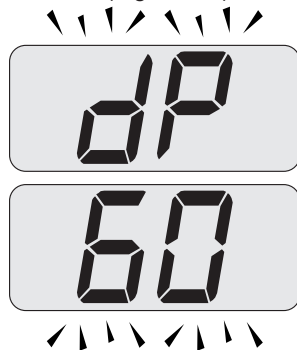

Figura 7.7
- Premere 2 volte il tasto 20 fino a far apparire sul display LCD le lettere **dP** (spazzacamino attivo in massimo sanitario) che si alternano con il valore di temperatura dell'acqua di riscaldamento (es. **60**), indicanti l'entrata nell'attivazione della "funzione spazzacamino" alla potenza massima in sanitario (Figura 7.7).